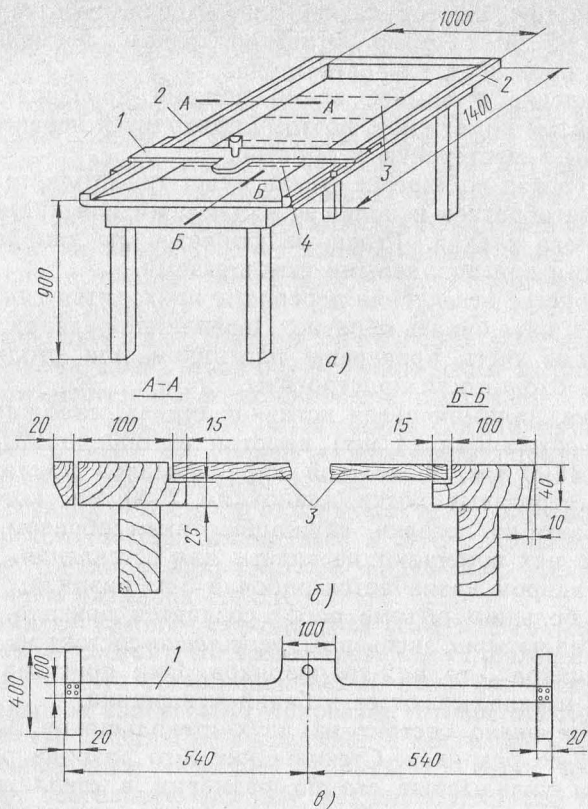

Рис. 59. Стол и линейка:
**Метод 3.** Этот метод предусматривает устройство отдельной специализированной мастерской вне объектов или на объекте или оборудование поэтажных рабочих мест. На строительстве мастерская должна находиться около подъемной установки. Стекло режут на специальном столе (рис. 59, а), крышка которого состоит только из верхней обвязки с четвертями такой глубины, чтобы можно было уложить заподлицо листы фанеры 3 толщи-
ной 15 мм. Такая толщина необходима для того, чтобы фанера не коробилась при укладывании на нее листов стекла для нарезки. Листы фанеры с одной и другой стороны имеют риски 4, обозначающие размеры стекла. С трех сторон крышки стола, т. е. по двум ее продольным и одной поперечной стороне, крепят бортики — бруски 2 с таким расчетом, чтобы они выступали не более чем на 2 мм над поверхностью обвязки. Одна торцовая сторона крышки остается открытой, так как на ее кромке ломают стекло. По брускам, прибитым вдоль стола, передвигается специальная линейка 1 (рис. 59, *в*), по которой движется стеклорез. Чтобы линейка не перекашива-